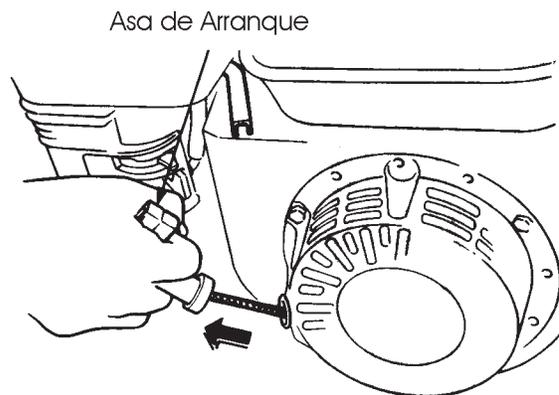

Figura 27. Asa de arranque
4. Tome la **asa de arranque** (Figura 27) y jale suavemente. La resistencia llega a ser más fuerte en cierta posición, eso corresponde al punto de compresión. Jale el asa fuerte y suavemente para arrancar el motor.